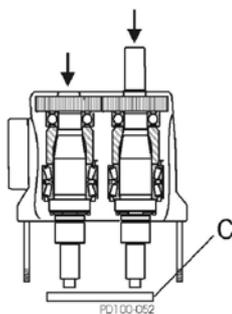

Abb. 44 Wellen aus dem Getriebegehäuse drücken
- Platzieren Sie das Getriebegehäuse mit den beiden rotorseitigen Wellenenden nach unten. Schützen Sie die Wellenenden mit einem Holz- oder Kunststoffblock (Abb. 44, Pos. C) und drücken Sie die Wellen aus dem Getriebegehäuse.